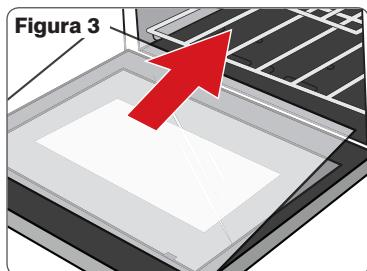

Figura 3
- 3 Empurre o vidro na posição indicada pela seta da figura 3.